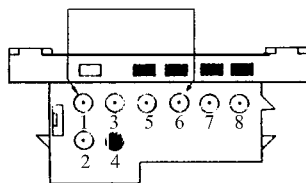

图 7-7 故障诊断方法
2)如图 7-7 所示,用一根诊断跨接线将 8 孔方形诊断插座的插孔 6(SRS 诊断触发端子)和搭铁插孔 1 跨接 3s 后取开(注意 跨接时间达到或超过 6s 时,显示的故障码将被清除)。